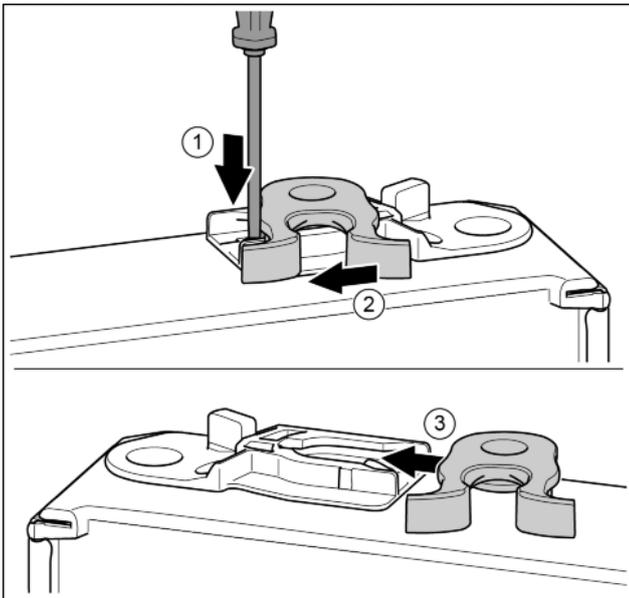

Fig. 18
- ▶ Plochým skrutkovačom zatlačte strmeň nadol. Fig. 18 (1)
- ▶ Zatvárací hák vytiahnite z vedenia. Fig. 18 (2)
- ▶ Zatvárací hák zasunúte na druhej strane do vedenia. Fig. 18 (3)